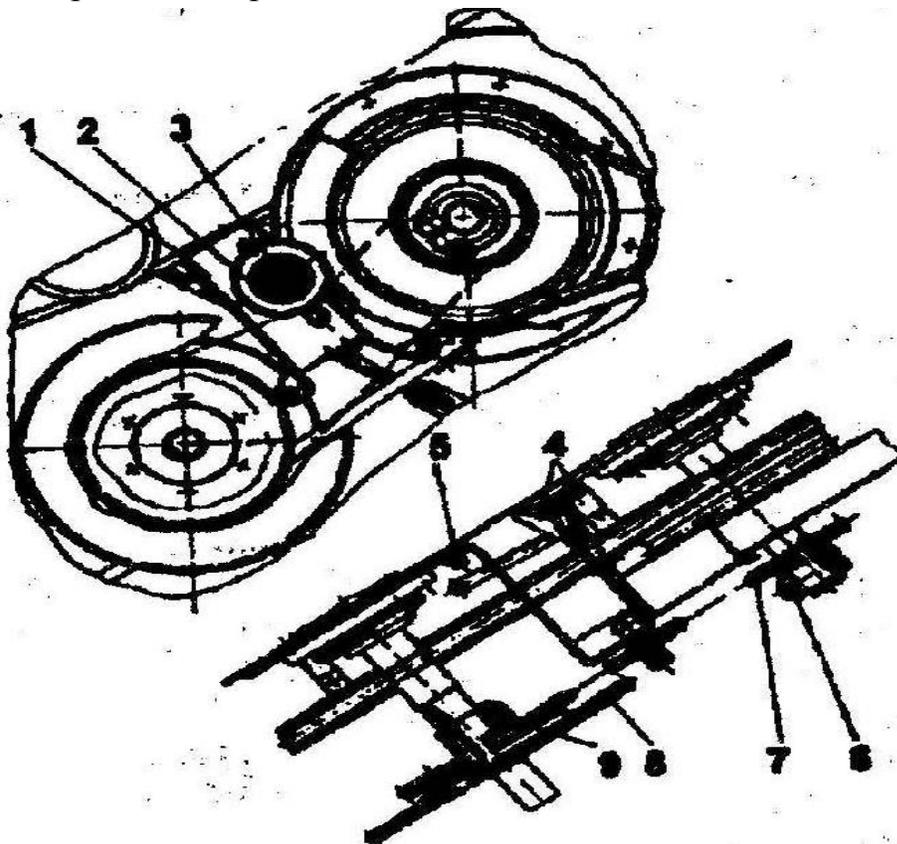

Рис. 33. Цепной привод молотильного барабана:
3) установите на эти отверстия кронштейн 1 с натяжной звездочкой 2, как это показано на рис. 33, закрепите его теми же болтами;